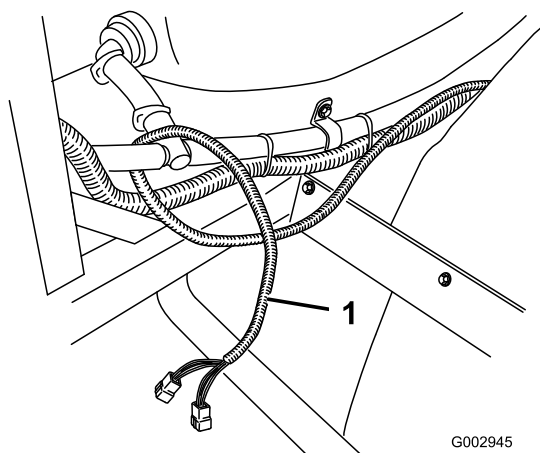

Figure 51
9. Après avoir passé le boîtier de siège, faites passer le faisceau le long du flexible d'agitation avant jusqu'au côté arrière droit de la machine et le montant droit du bâti de la rampe (Figure 51).